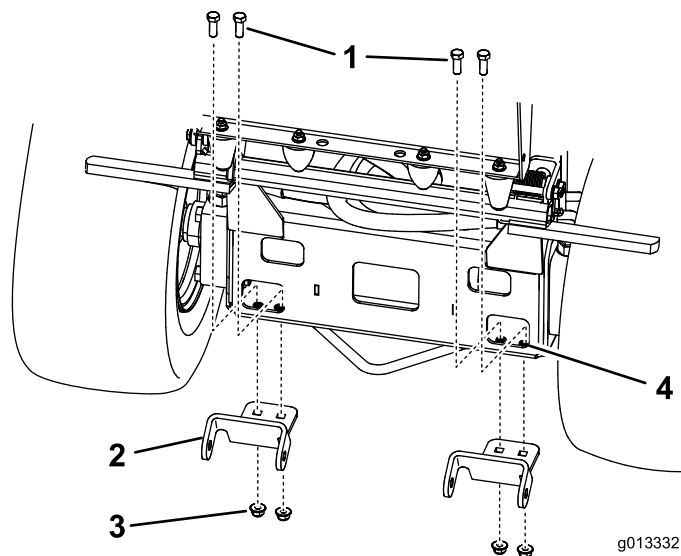

Figure 2
2. Montez les supports de montage au bas du châssis avec 4 boulons (3/8 x 1 pouce) ou 4 boulons de carrossier (3/8 x 1 pouce) et 4 écrous à embase (3/8 pouce) (Figure 2).